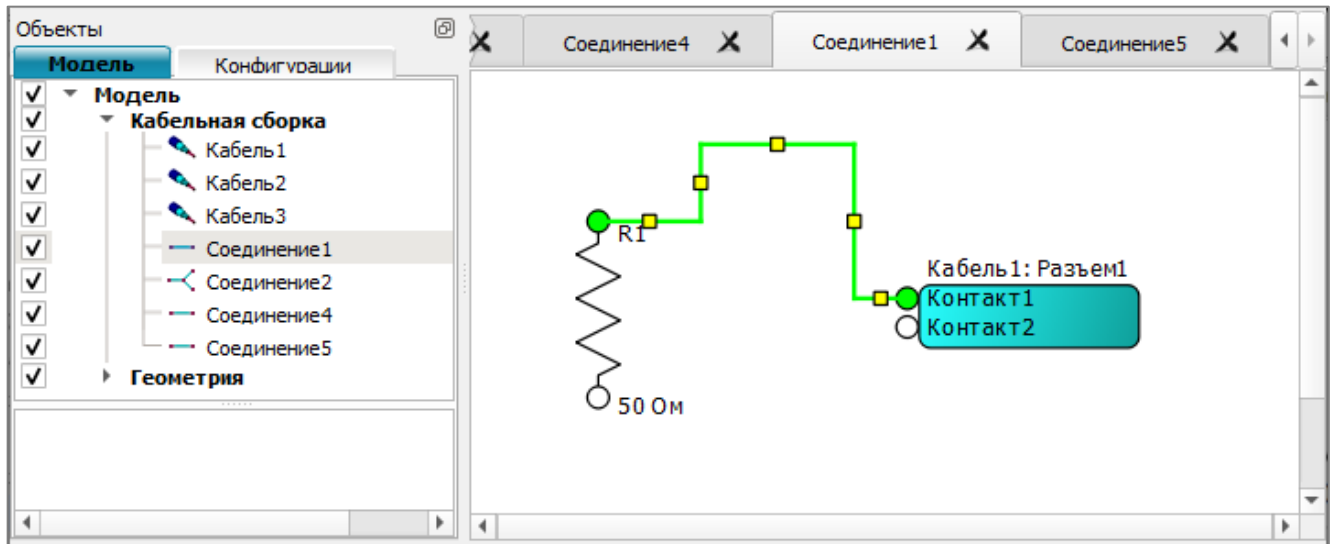

Рис. 74
4) при перемещении автоматически будут появляться новые отрезки ломаной (рис. 74). Для скрытия точек редактирования нажать клавишу «Esc»;